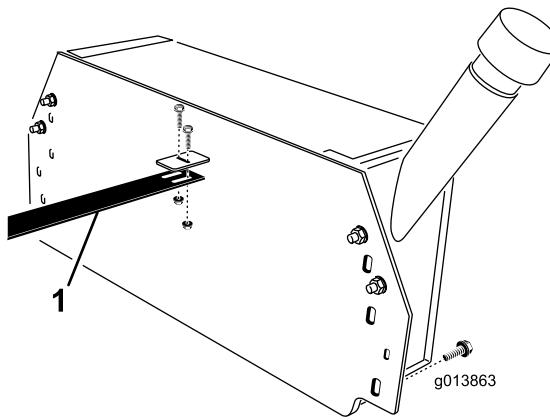

Figura 9
30. Utilizando dois dos parafusos de 1/4 x 3/4 pol. e porcas flangeadas, ligue o guia de tubos ao suporte no depósito hidráulico (Figura 9).